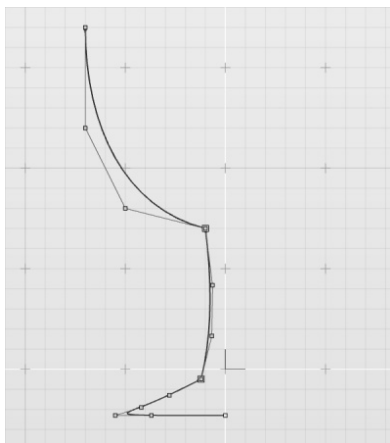

图 3-22 新建实体，继续绘制曲线
3) 重复上一步操作，绘制第 3 段曲线，如图 3-22 所示。